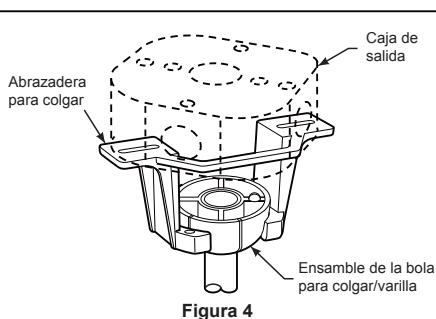

Figura 4
4. Retire la arandela del acoplador del motor y la cubierta de la carcasa superior del ensamble del motor. (Figura 4)
4. Coloque el soporte de la varilla y alinee los orificios de la clavija de horquilla en ambas piezas. Instale la clavija de horquilla y asegúrela con la pinza de horquilla. Fije los dos tornillos de presión y las tuercas de seguridad en el soporte de la varilla interior. (Figura 4)
2. Levante cuidadosamente el ventilador y coloque el ensamble de la bola para colgar/varilla en la abrazadera para colgar que acaba de fijar a la caja de salida. Asegúrese de que la ranura de la bola esté alineada con la lengüeta de la abrazadera para colgar. (Figura 4)
3. Una vez realizadas las conexiones, gire los conductores hacia arriba y, con cuidado, colóquelos dentro de la caja de salida; con los conductores blancos y verdes hacia un lado y los conductores negros hacia el otro. (Figura 4)
4. Fije firmemente el conector de 9 pasadores de la cubierta del interruptor al enchufe del mazo de cables dentro de la unidad del motor. (Figura 4)
- 4. Para configurar el código del mando a distancia a las mismas posiciones que en el receptor. Mueva los interruptores de código hasta colocar el código de selección en la posición arriba o abajo. Con un destornillador pequeño o con una lapicera (no se incluye) deslice firmemente hacia arriba o hacia abajo. (Figura 4)